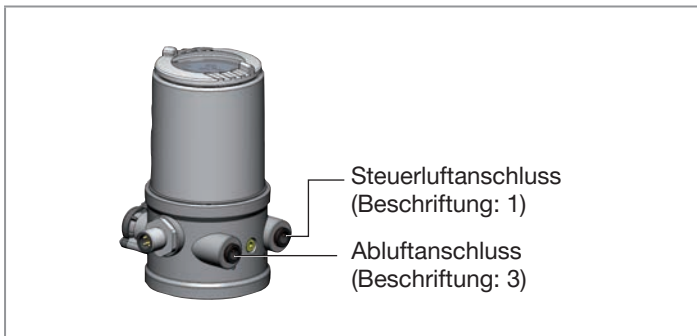

Bild 8: Pneumatischer Anschluss
- Steuermedium an den Steuerluftanschluss (1) anschließen (3...7 bar; Instrumentenluft, öl-, wasser- und staubfrei).
- Die Abluftleitung oder einen Schalldämpfer an den Abluftanschluss (3) montieren (siehe „Bild 8: Pneumatischer Anschluss“).